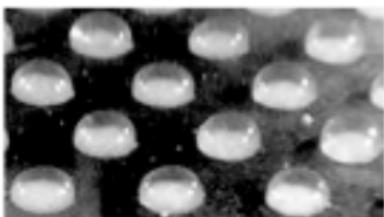

Fig. 1
8. När timern piper, kontrollera mikrokupolerna för att se om de alla är klara för insamling - upphöjda, genomskinliga och blanka. (Fig. 1)